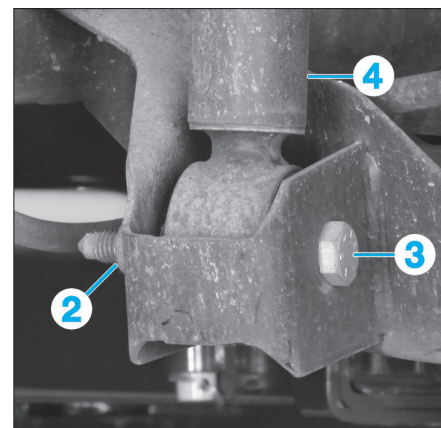

FIG. 68
- Déposer l'écrou (2) puis retirer la vis (3) (Fig.68).